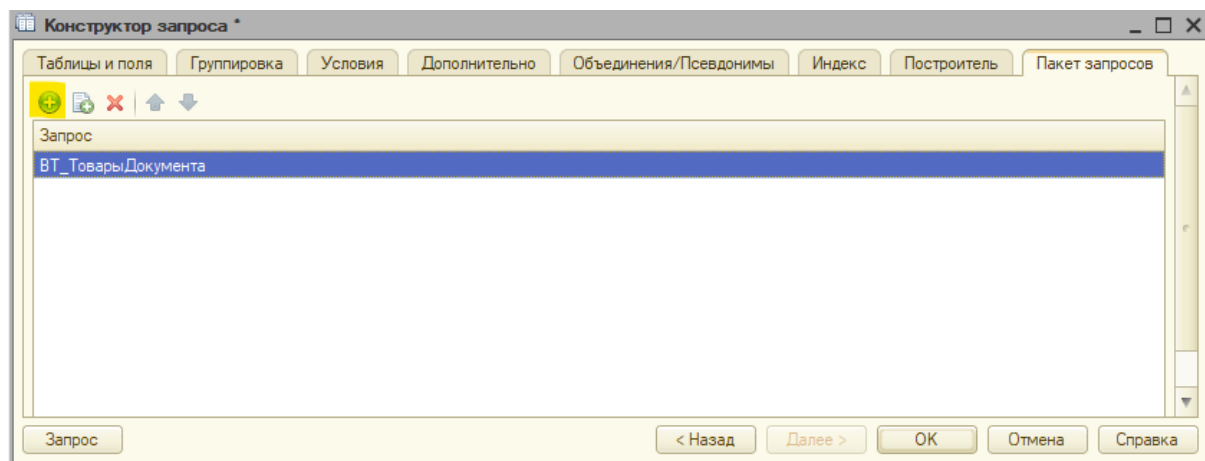

Рис. 5.57. Пакет запросов
- на вкладке **Пакет запросов** через кнопку добавить создаем новый запрос на основании уже существующего (рис. 5.57).